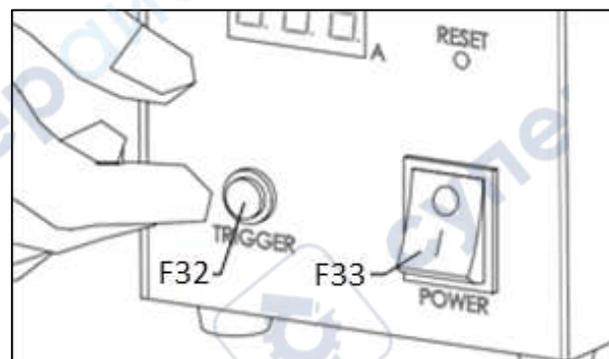

Рис. 56
Выключите выключатель (S) питания, включите выключатель блока питания ртутной лампы (F33), подождите 2 минуты для обеспечения стабильного режима работы. Нажмите (F32) кнопку запуска ртутной лампы (рис. 56).